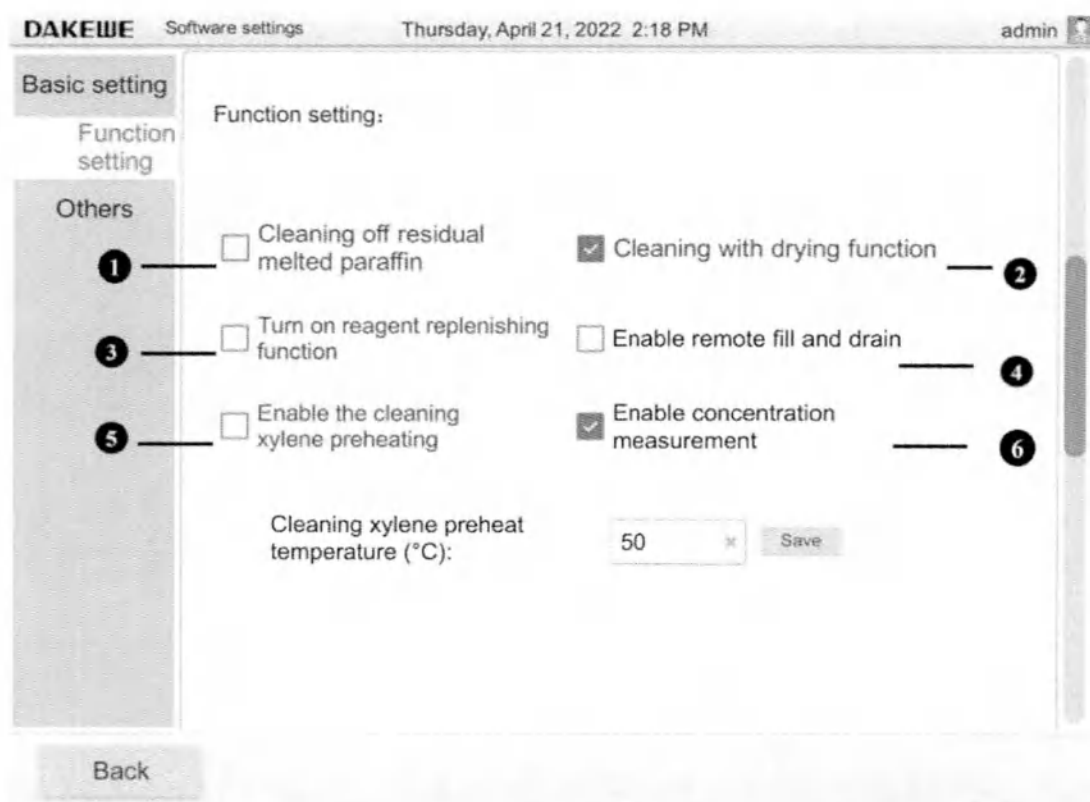

Рисунок 58. Функциональные настройки
- Включите функцию очистки корзин от остаточного парафина (рис. 58–1): см. раздел 6.6.2 «Параметры загрузки 2».
- Включите функцию промывки и сушки (рис. 58–2): см. раздел 6.6.2 «Параметры загрузки 2».
- Включите функцию пополнения реагента (Рисунок 58–3): коснитесь флажка, чтобы включить функцию пополнения реагента. Когда один и тот же реагент повторно используется во время заданного протокола, а текущего реагента недостаточно, будет выполнено пополнение жидкости. Например, и S7, и S8 представляют собой 100% этанол, если уровень реагента в резервуаре с реагентом на участке S7 меньше уровня, необходимого для реторты, реагент будет извлечен из резервуара с реагентом на участке S8 и добавлен в реторту. После завершения данного шага все реагенты будут выгружены в резервуар для реагентов S7.
- Включите функцию автоматической ротации реагентов (рис. 58–4): Функция автоматической ротации реагентов включена по умолчанию. Коснитесь флажка, чтобы включить функцию автоматической ротации реагентов, чтобы активировать следующие три функциональных режима. 1. Слейте старую жидкость (Шаг 1: перекачивание жидкости из бутылки с реагентом в реторту; Шаг 2: слейте жидкость из реторты в резервуар для отработанной жидкости; Шаг 3: очистите дренажную трубку (продувайте дренажную трубку воздухом в течение 30 с). 2. Залейте новую жидкость (Шаг 4: залейте жидкость из новой бутылки с жидкостью в реторту; Шаг 5: слейте жидкость из реторты в бутылку с реагентом; Шаг 6: очистите наливную трубку (продувайте наливную трубку воздухом в течение 30 с). 3. Ротация реагентов в одно касание (сначала слейте старую жидкость, затем залейте новую жидкость).
- Включите функцию предварительного нагрева ксилола для промывки (Рисунок 58–5): после включения функции предварительного нагрева ксилола для промывки нажмите «Сохранить» (Save), чтобы установить температуру предварительного нагрева (40–55 °C). Значок нагрева и температура предварительного нагрева в режиме реального времени могут отображаться на объекте C1 на главном интерфейсе.
- Включить функцию определения концентрации (Рисунок 58–6): Функция определения концентрации включена по умолчанию. После включения этой функции HP300 Плюс автоматически определяет и обновляет концентрацию реагента этанола на первом этапе процесса дегидратации, автоматической заменой старого реагента на свежий реагент. Вы можете просматривать концентрацию этанола в реальном времени и заданный порог концентрации на главном интерфейсе. Подробнее о том, как установить порог концентрации см. раздел 8.3.1 «Контроль качества реагентов».